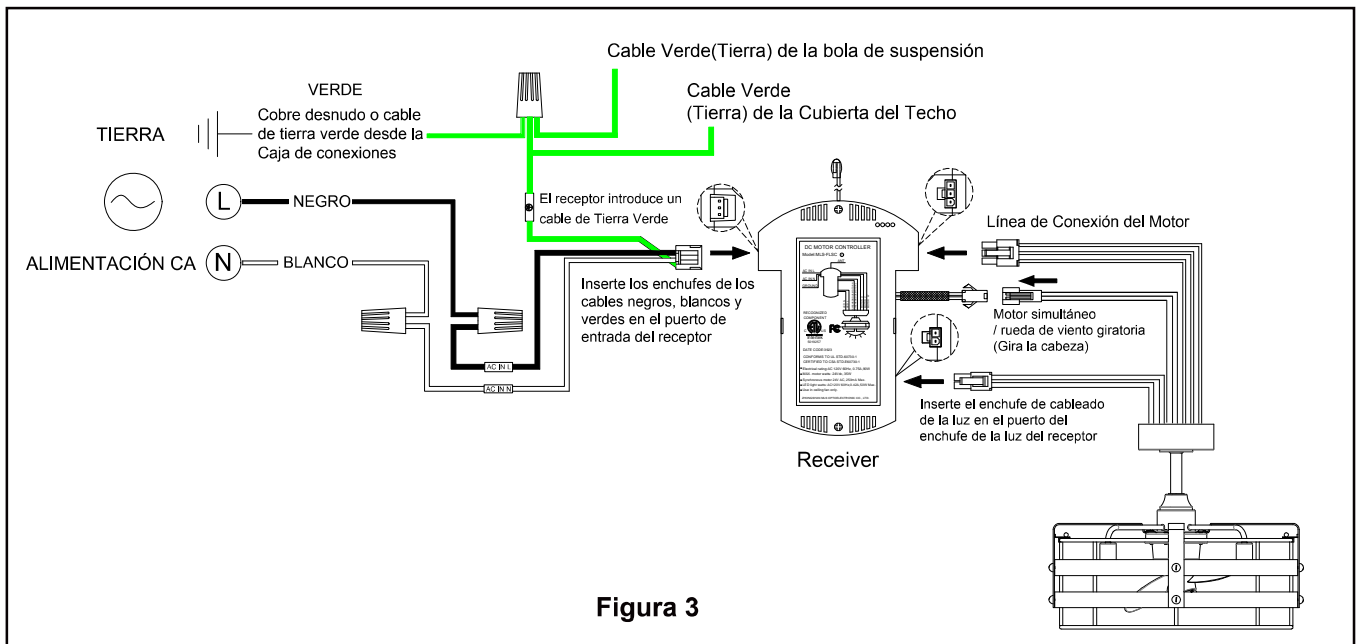

Figura 3
- Conecte el cable de enchufe de la rueda de viento (cabeza giratoria) al pequeño enchufe del receptor. (Figura 3)